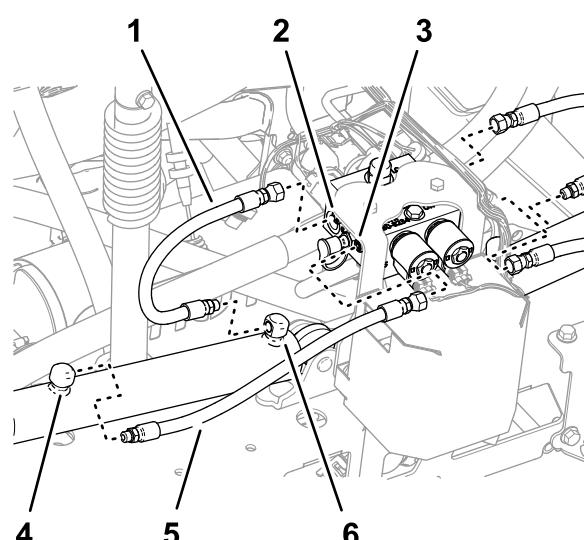

Figura 37
1. Rimuovete i flessibili dai fori di estensione per i cilindri di sollevamento di sinistra e destra (Figura 37).
2. Rimuovete i flessibili dai fori C2 e C4 del collettore del cilindro di sollevamento (Figura 37).
- Rimuovete i flessibili dai fori di ritrazione dei cilindri di sollevamento di sinistra e destra (Figura 37).
- Rimuovete i flessibili dai fori C1 e C3 del collettore del cilindro di sollevamento (Figura 37).